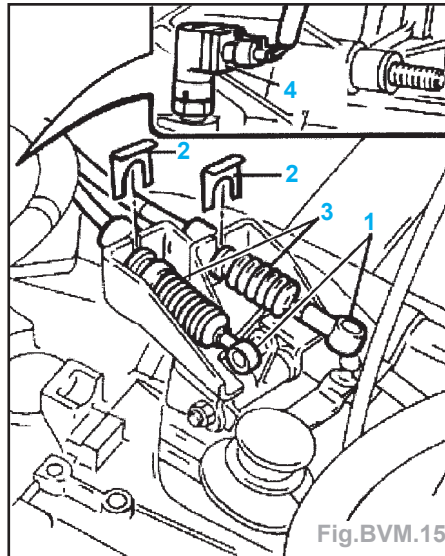
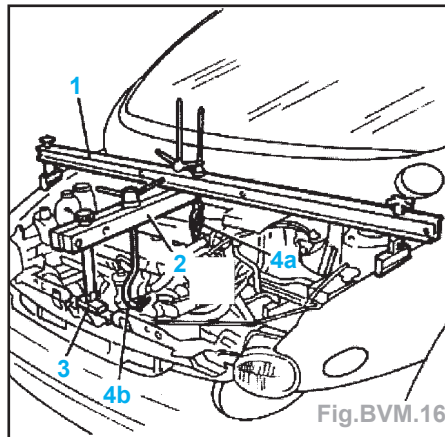

Fig.BVM.15
Fig.BVM.16
- Dégager les têtes (1) des transmissions souples, enlever les agrafes (2) et retirer les deux transmissions souples (3) (Fig.BVM.15).
- Débrancher le connecteur (4) d'enclenchement de feux de recul.
- Installer l'ensemble traverses (1 et 2). Positionner l'appui avant (3) sur la traverse supérieure (Fig.BVM.16).
- Déposer les vis (2) du levier de commande de boîte.
- Détacher les deux agrafes (3) des transmissions souples.
- Déboîter du groupe de renvoi les têtes des transmissions souples (1) (Fig.BVM.15).
- Détacher les deux agrafes (2) des transmissions souples.